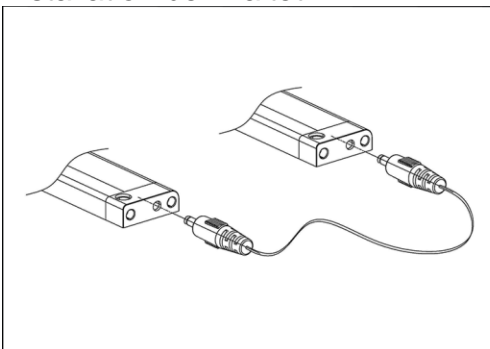

Bild 2: Verbindungskabel
2. Sie können Verbindungskabel oder Verbinder nutzen, um zusätzliche Lichter zu installieren (siehe Bild 2 und 3). Wenn Sie Kabel benutzen, sind Kabelhalter für eine komfortablere Installation beinhaltet.